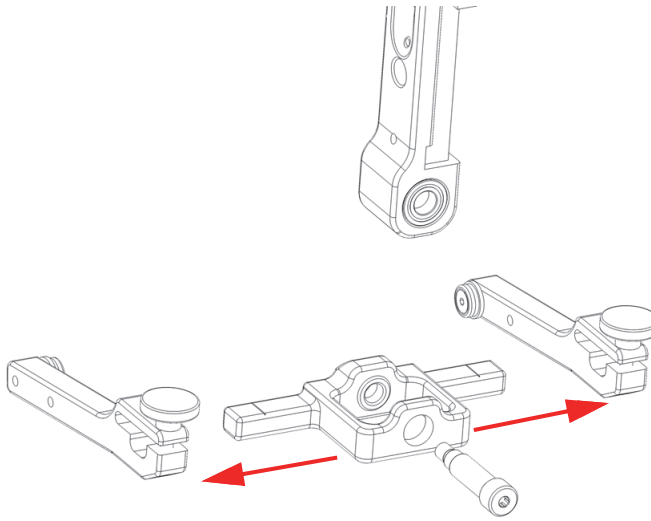

Abbildung 5-5 Spannarme verschieben
3. Lösen Sie die beiden Rändelschrauben der Spannarme am linken und rechten Gabelstück und schieben Sie die Spannarme aus dem Schwenkträger (Abbildung 5-5 auf Seite 82).